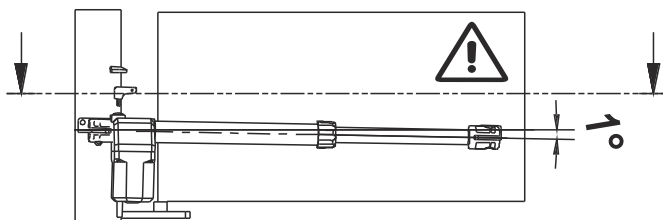

FIG. 3
- 3 - Positionner le motoréducteur et s'assurer qu'il soit incliné environ  $1^\circ$  ( FIG. 3).